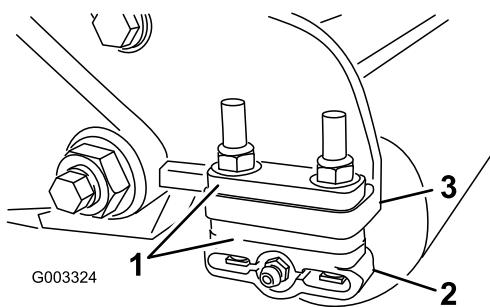

**Bild 10**
- Testen Sie die Schnittleistung, indem Sie einen langen Streifen des Schnittleistungspapiers (Toro Bestellnummer 125-5610) senkrecht zum Untermesser zwischen die Spindel und das Untermesser legen (**Bild 10**). Drehen Sie die Spindel **langsam** vorwärts; das Papier sollte geschnitten werden.